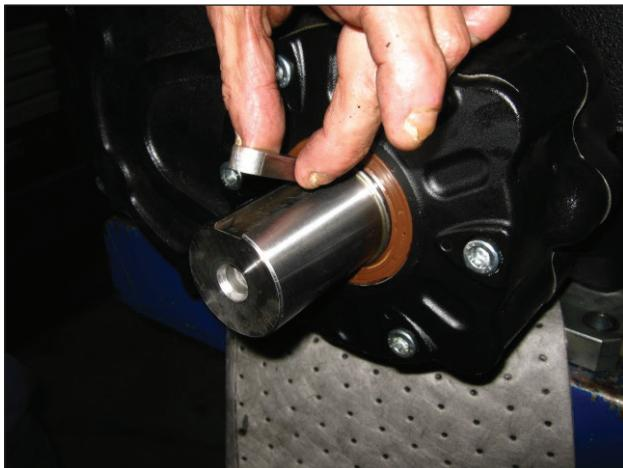

Рис. 96
Вставьте шпонку 14x9x60 в гнездо на приводной шестерне (поз. ①, Рис. 96).